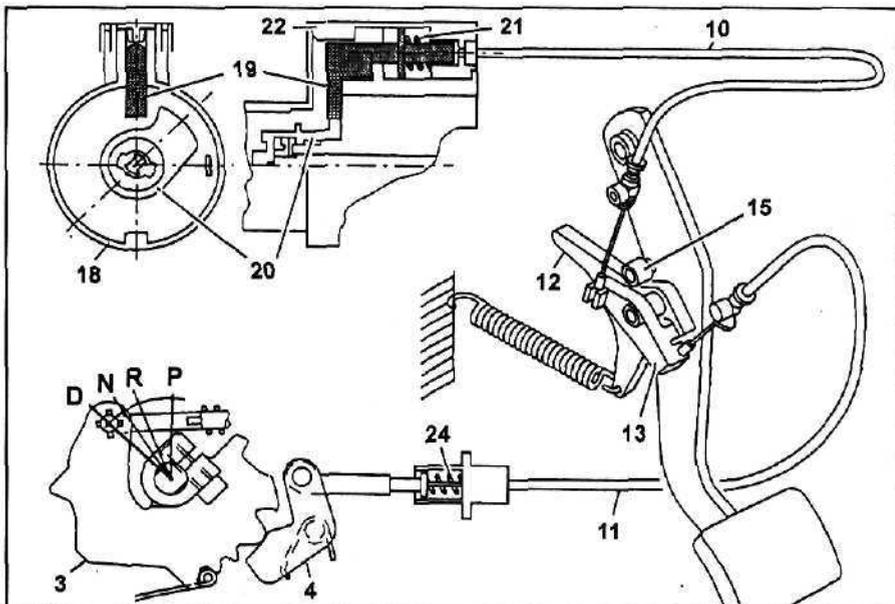

Рис. 11.
Этот механизм не позволяет извлечь ключ зажигания в случае, если рычаг выбора диапазона не установлен в положение "P". Если рычаг выбора диапазона не находится в положении "P" и педаль тормоза не нажата, то блокировочный рычаг (4) располагается на выступе храповика (3) (рис. 11). С помощью тросов блокировочная собачка (19) удерживается в таком положении, что не позволяет запирающему кулачку (20) вращаться против часовой стрелки. В результате ключ зажигания невозможно повернуть в положение "0". При этом пружина (21) находится в сжатом состоянии.